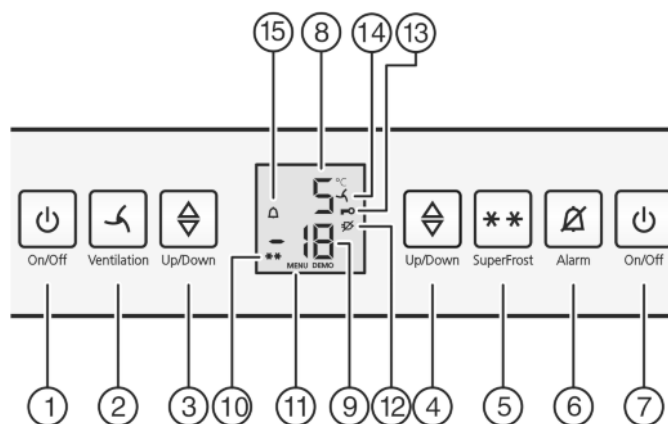

Fig. 2
- ▶ Appuyer sur la touche On/Off Fig. 2 (7) du congélateur.
- ▶ Appuyer sur la touche On/Off Fig. 2 (1) du compartiment réfrigérateur.
- ▶ Activer le mode de réglage : appuyer sur la touche SuperFrost Fig. 2 (5) pendant env. 5 secondes.
- ▷ Le symbole Menu Fig. 2 (11) apparaît dans l'affichage.
- ▶ Confirmez en appuyant brièvement sur la touche SuperFrost Fig. 2 (5).
- ▷ Le symbole Sécurité enfants Fig. 2 (13) s'allume dans l'affichage.
- ▶ Appuyer brièvement sur la touche On/Off du compartiment congélateur Fig. 2 (7).
- ▷ Le symbole Sécurité enfants Fig. 2 (13) s'éteint.
- ▶ Appuyer sur la touche Alarme *Fig. 2 (6)*.
L'affichage de la température clignote en même temps que le symbole Alarme *Fig. 2 (15)*.
L'avertisseur sonore s'éteint automatiquement et le symbole Alarme *Fig. 2 (15)* et l'affichage de température arrêtent de clignoter lorsque la température est de nouveau suffisamment froide.